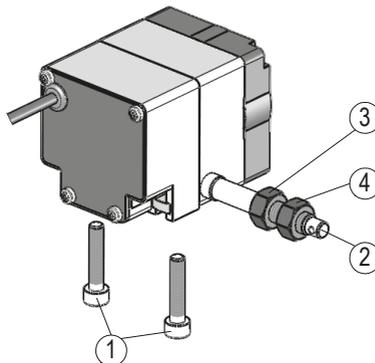

Abb. 4: Montage
- ▶ Seilaufnahme (siehe Abb. 4) und Seil nicht verdrehen.
Montage (Abb. 4):